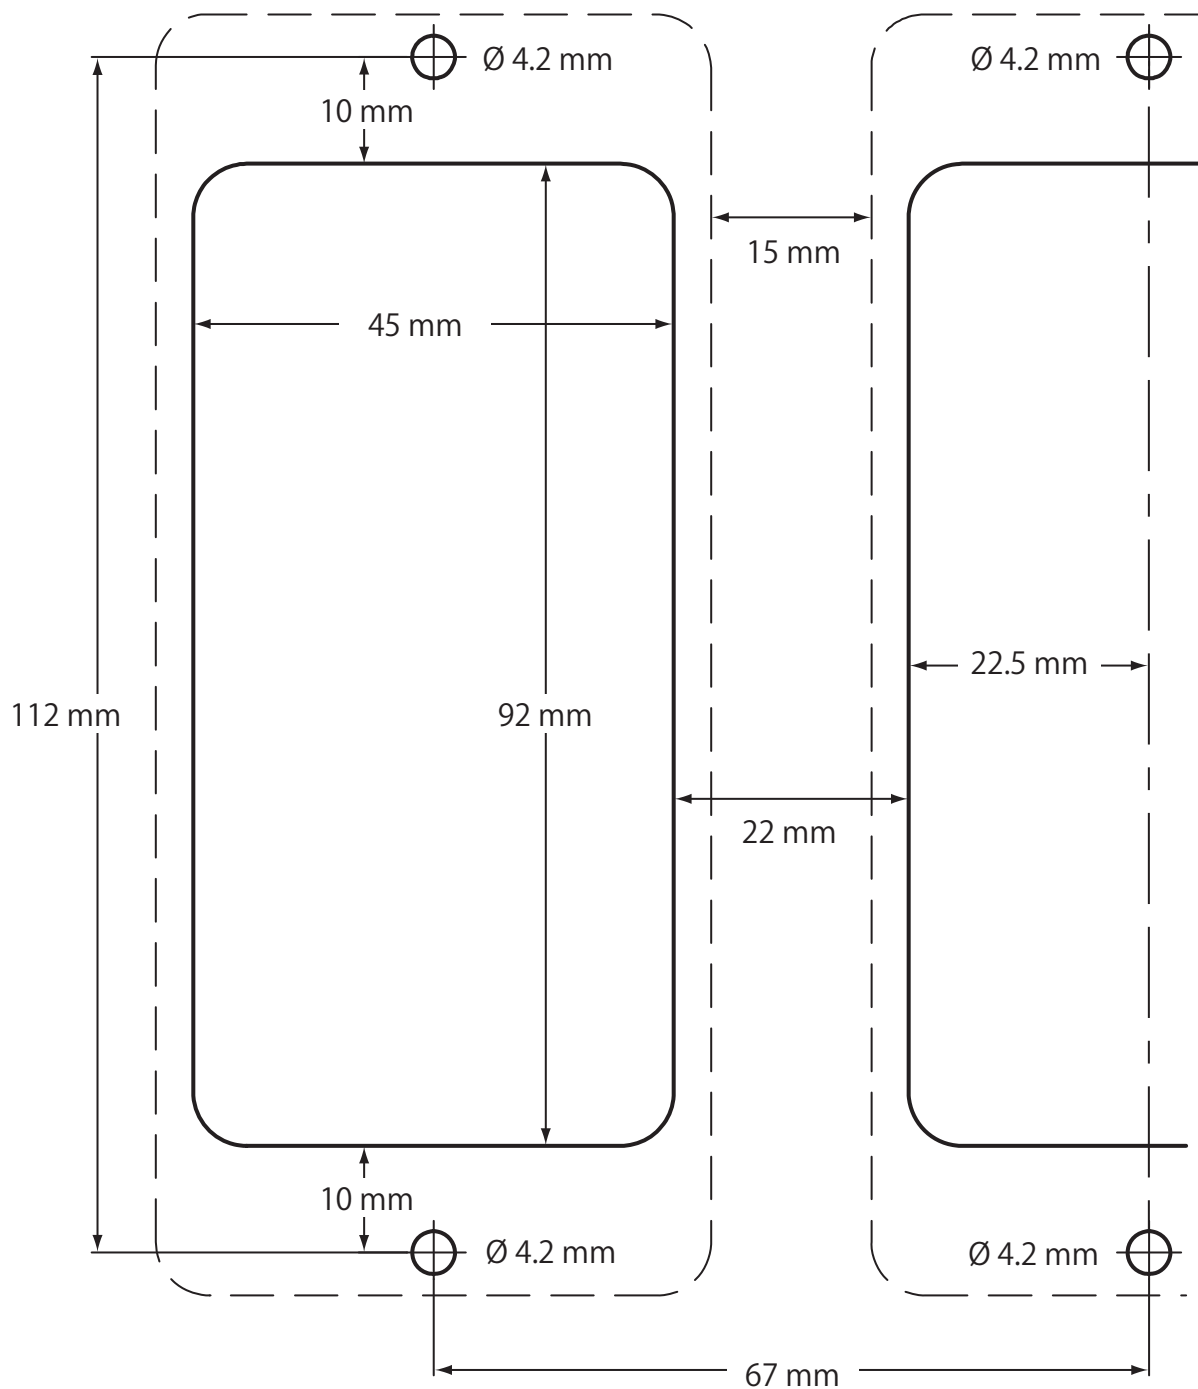

図15 シャーシプレート／パネル切り抜きの略図
- 図15に示すように、シャーシプレートに穴をあけます。
- 図15の寸法に合わせてパネルを裁断します。パネルの指示位置にねじ穴をあけてください。